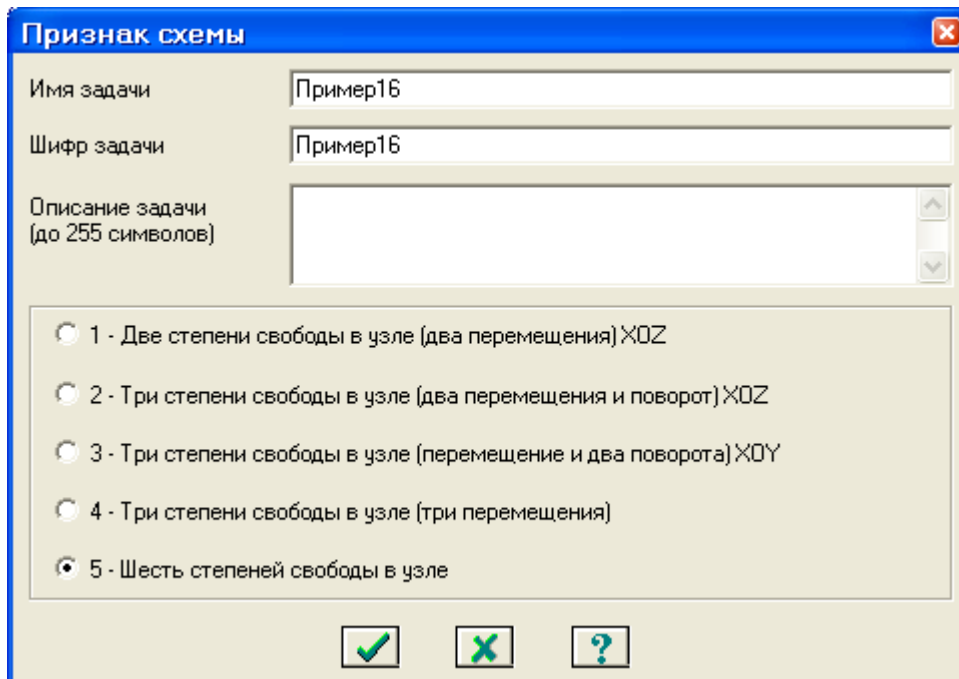

Рис.16.1. Диалоговое окно **Признак схемы**
- В появившемся диалоговом окне **Признак схемы** (рис.16.1) задайте следующие параметры: